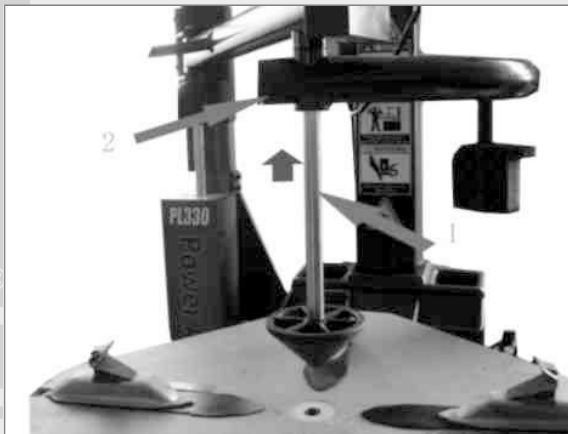

Рисунок 31
6. Подсоедините шланг подачи воздуха (рис. 31 -2) и используйте Y-образный тройник для подсоединения выпускного шланга, а другой конец соедините с входным отверстием вспомогательного клапанарегулировки давления.